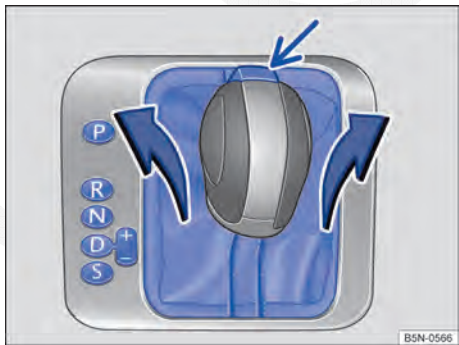

Fig. 223 Desmontar a cobertura do quadro da alavanca seletora.
- Puxar para cima, com cuidado, a cobertura na área da capa da alavanca seletora, na direção da seta ⇒ Fig. 223.
- Pressionar o botão bloqueador ⇒ Fig. 223 (seta) na manopla da alavanca seletora, e levar a alavanca seletora para a posição **N**.